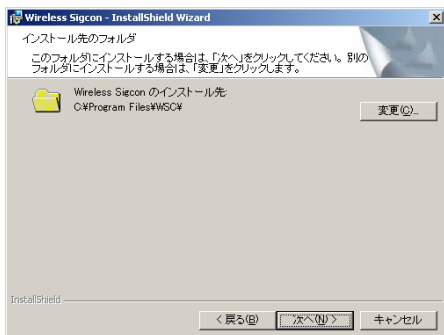
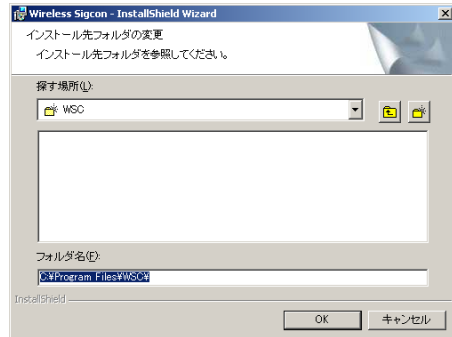

図7. インストール画面2
図8. インストール画面3(フォルダ指定)
- ③ インストール先のフォルダを変更する場合には、図7画面の『変更』ボタンをクリックして表示される図8画面を操作してインストール先を指定してください。